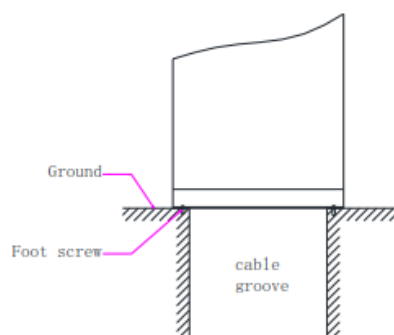

Abb. 4-4. Befestigung am Betonboden
- Wenn das H30-Außengerät auf dem Betonboden befestigt werden soll, müssen Löcher in den Boden gebohrt und Schrauben verwendet werden, um das H30-Außengerät auf dem Betonboden zu befestigen, siehe Abb. 4-4 Verbinden Sie den Erdungspunkt an der unteren Hintertür des H30-Außengeräts mit einem Erdungsdraht mit dem Erdungspunkt des Standorts und ziehen Sie ihn nach dem Anschluss mit einer Schraube fest.